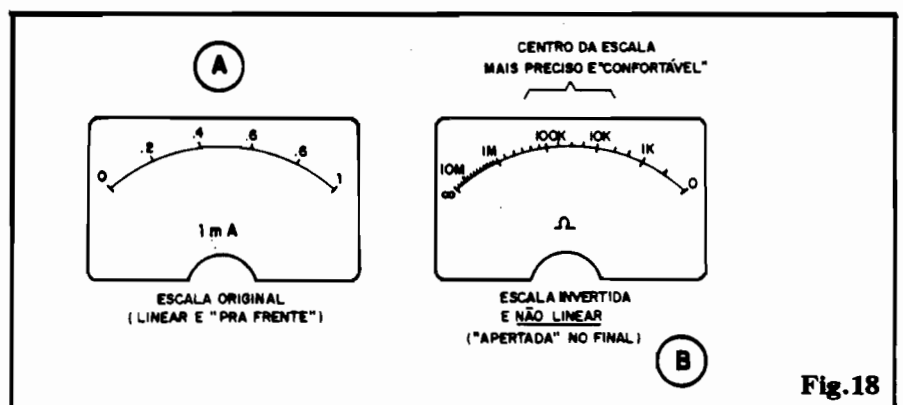

Fig.18
- FIG. 18 - Devido ao inevitável "espremimento" da escala, notadamente no seu final (que corresponde ao início da escala original de Corrente, do instrumento...), poderemos ler diretamente, com certo conforto, apenas do início até pouco mais da metade do arco (sempre "de trás pra frente", conforme já explicado...). As eventuais sub-divisões ou marcações no finalzinho, ficam **tão juntas** que não há como identificarmos os valores relativos às posições assumidas pelo ponteiro... Essa é a razão única de usarmos, nas medições de Resistência, o "truque" das várias faixas (aparentemente incongruente, já que **todas** as faixas "começam em zero" e "terminam em infinito"...!). As figs. 18-A e 18-B mostram a escala "original" de um galvanômetro e mais ou menos como ela ficaria ao ser transformado o instrumento